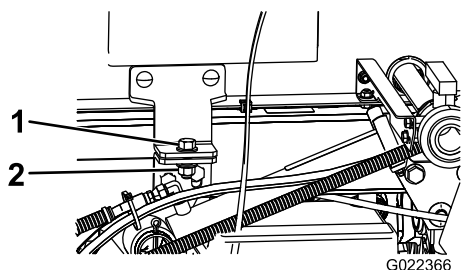

Рисунок 99
5. Выверните предохранительные болты из передней части рамы (Рисунок 99).